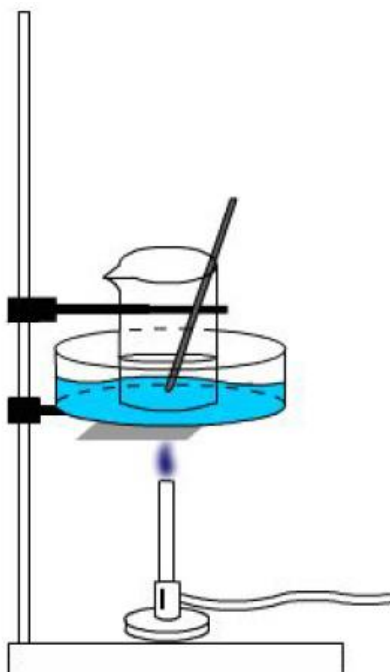

Figura 1
1. Pesar en un vaso de precipitados, 18gr de sebo de res y 22gr de aceite de coco. Calentar en baño maría hasta fusión total figura 1, agitando constantemente.